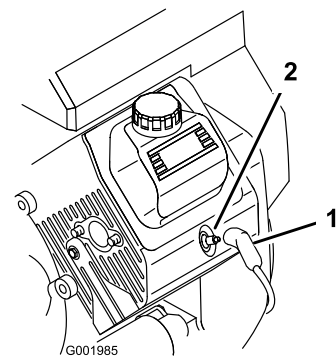

図 51
3. 点火プラグのコードが抜けているのを確認する(図 51)。
3. 点火コードを取り付ける(図 51)。